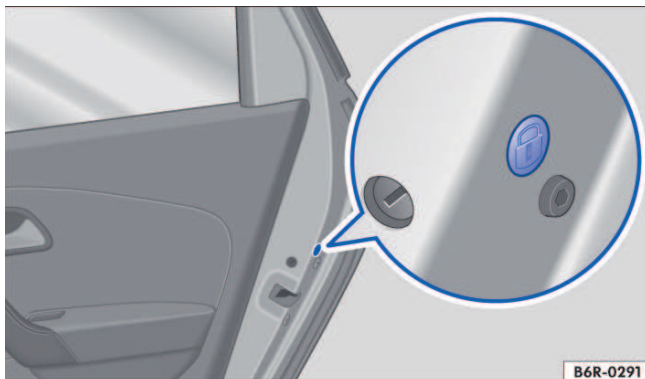

Fig. 60 Na porta traseira: travamento de emergência, coberto por uma vedação de borracha.
- Remover a vedação de borracha 🔒 na lateral da porta → Fig. 60.